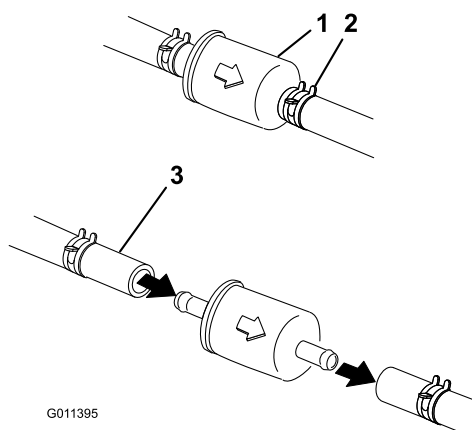

Figure 47
5. Pincez les extrémités des colliers et faites glisser ceux-ci pour les éloigner du filtre (Figure 47).
7. Posez un filtre neuf et rapprochez les colliers de fixation du filtre (Figure 47).